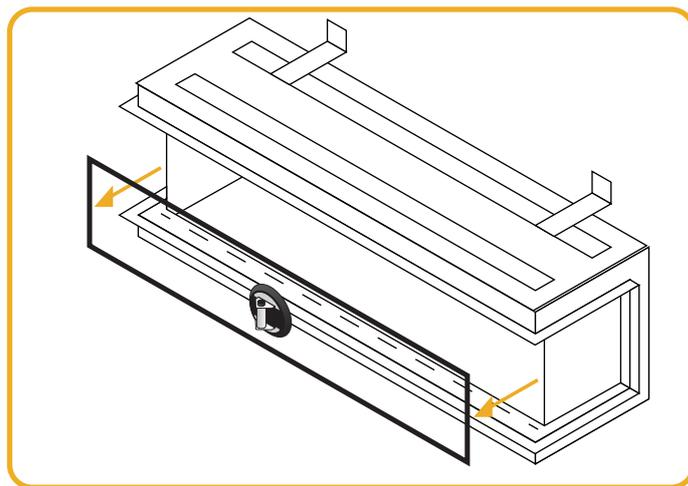

Figure.9.3 | Retirez délicatement le verre.
- Après avoir retiré la bande de fixation en verre, placez la ventouse sur le verre avant de retirer la deuxième bande de fixation en verre. Voir figure 9.3.